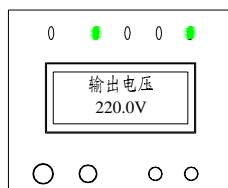

图 3-8
1. 系统上电后，按下“开机/消音”键，直至听到“嘀——”的提示声（按下该键约 1 秒钟），面板旁路指示灯灭，逆变指示灯亮，如图 3-8 所示，表示 UPS 处于市电逆变供电模式。